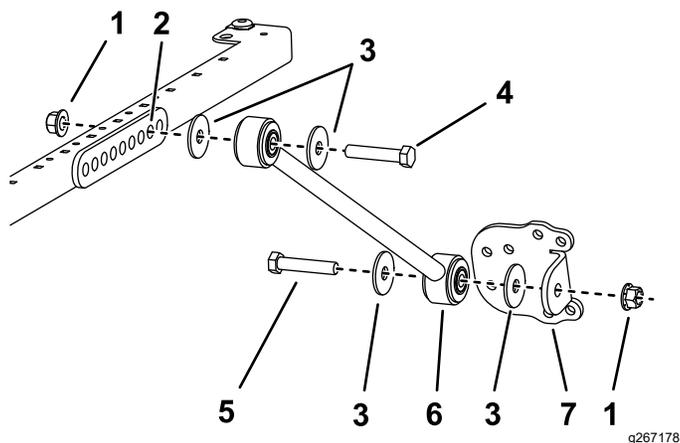

図 31
- モデル 30446、30446N、30447 および 30447N の場合は、サンシェードのフレームの左右それぞれの側で、ブレースブラケットの**ふたつ目の**穴にブレースを仮止めするボルト $\frac{1}{2}$  x  $2\frac{1}{2}$ "、ワッシャ $\frac{1}{2}$ "、フランジナット $\frac{1}{2}$ "を使用して図 31 のように取り付ける。